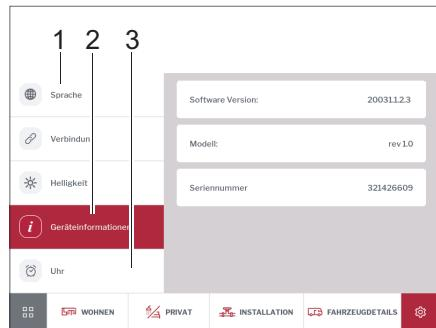

Fig. 292 Idioma, información del dispositivo, hora
- Tocar en la opción *Idioma* (Fig. 292,1) y seleccione el idioma de pantalla deseado.
- Tocar en la opción *Hora* (Fig. 292,3) y ajuste la hora.
- Tocar en la opción *Información del dispositivo* (Fig. 292,2). Aparece información sobre el dispositivo (versión de software, modelo y número de serie).